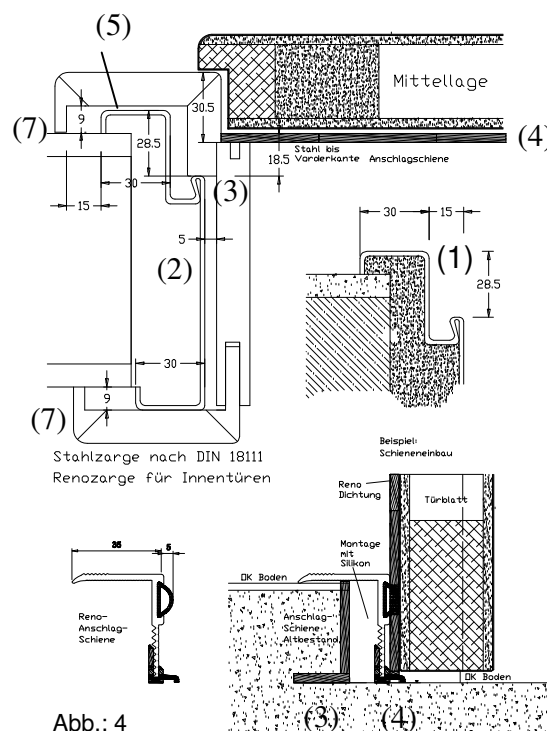

Abb.: 4
Dieser Montageabschnitt ist nur bei Situationen mit vorhandener bauseitiger Anschlagschiene notwendig. Montieren Sie die Grundschiene(9) der KONOLD-RENO-Anschlagschiene (Abb.: 3). Ermitteln Sie die Höhe der Deckschiene und kürzen Sie das Profil (10) anschließend durch Knicken an der entsprechenden Soll-Knickstelle. Das Profil kann nun mit einem Gummihammer in die Grundschiene (9) eingeklopft werden. Bitte Hinterfüllen und fixieren Sie die Deckschiene an vorhandenem Türanschlag je nach bauseitiger Situation (Abb.: 4).